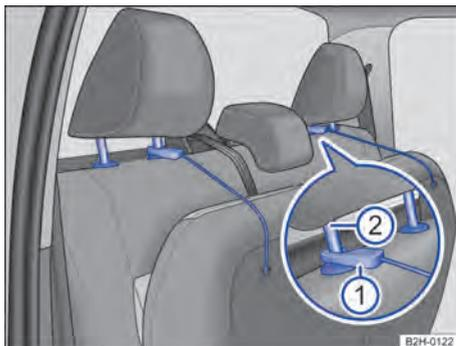

Fig. 60 No banco traseiro: fixar a superfície do banco nos apoios para cabeça.
3. Se necessário, empurrar o apoio para cabeça para cima e prender a cinta de fixação → Fig. 60 ① na barra interna do apoio para cabeça ②.